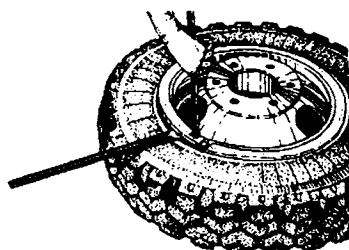

Рис. 5-12. Установка прямой лопатки в прорезь бортового кольца
5. Вставить конец прямой лопатки в прорезь на бортовом кольце, отжать его из замочной канавки, одновременно приподнимая его вверх вилочной лопаткой (рис. 5-12.).